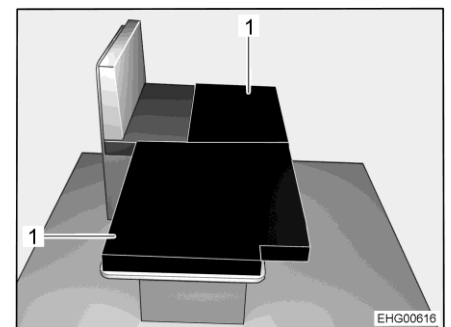

Fig. 50 Después de la transformación
- Colocar los dos cojines adicionales (Fig. 50,1) en la mesa bajada del modo mostrado en la imagen.